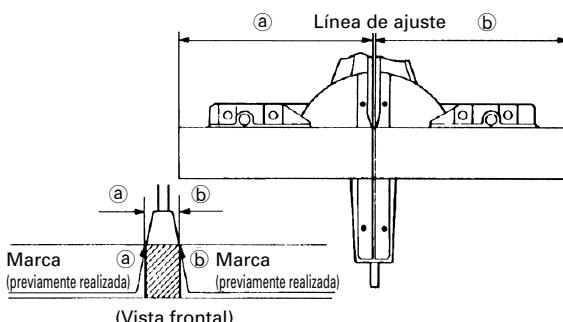

Fig. 26
(1) Como se muestra en la Fig. 26, la anchura de la hoja de sierra es la de corte. Por lo tanto, deslice la pieza de trabajo hacia la derecha (vista desde la posición del operador) cuando desee la longitud (b), o hacia la izquierda cuando desee la longitud (a).